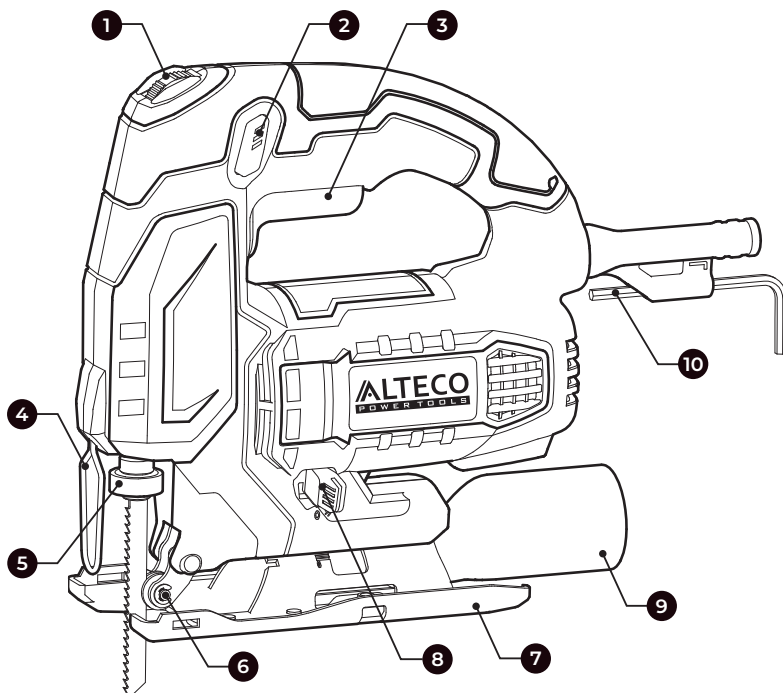

Рис. 1
- Необходимо, чтобы при пилении опорная плита 9 (рис. 1) надежно прилегалла к поверхности. Перекос опорной плиты приводит к перекосу пильного полотна, что может привести к облому пилки и к обратному удару.
- Путём вращения регулятора оборотов 1 (рис.1) можно регулировать обороты двигателя лобзика и соответственно скорость хода пильного полотна. Выбор необходимой скорости зависит от вида и толщины материала.
- Данная модель электрического лобзика укомплектована функцией сдува опилок, что позволяет держать линию реза, при работе, чистой от опилок. Для включения данной функции необходимо включить выключатель системы сдува. Чистые операции резки могут быть выполнены с помощью подсоединения этого инструмента к пылесосу. Вставьте шланг пылесоса в патрубок 9 (рис. 1).